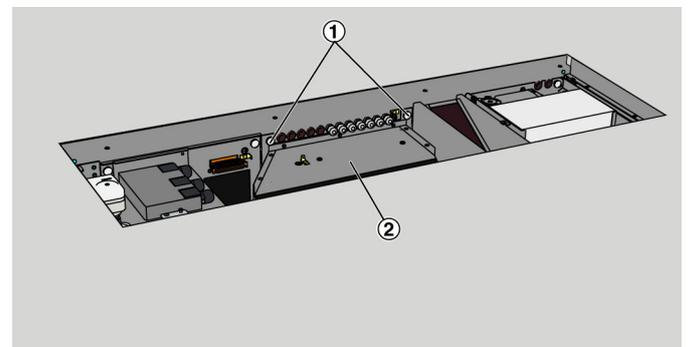

Abb. 29
7. ▶ Rändelschrauben (Abb. 29/1) herausschrauben und die Luftführung (Abb. 29/2) entnehmen.